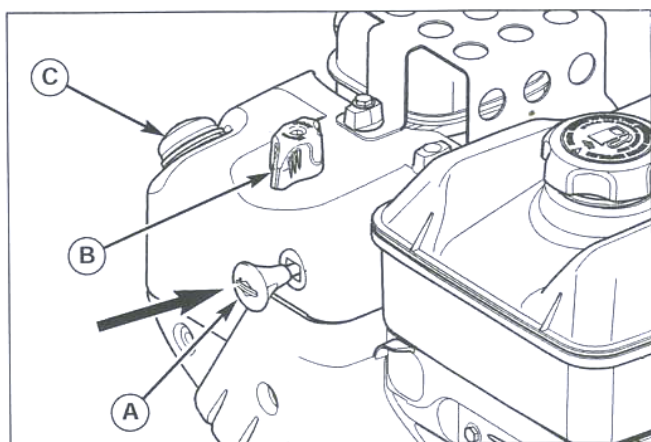

Рис. 4. Ключ двигателя, рычаг воздушной заслонки и кнопка подкачки
4. Вставьте ключ в паз (А, рис. 4) до упора в положение RUN.